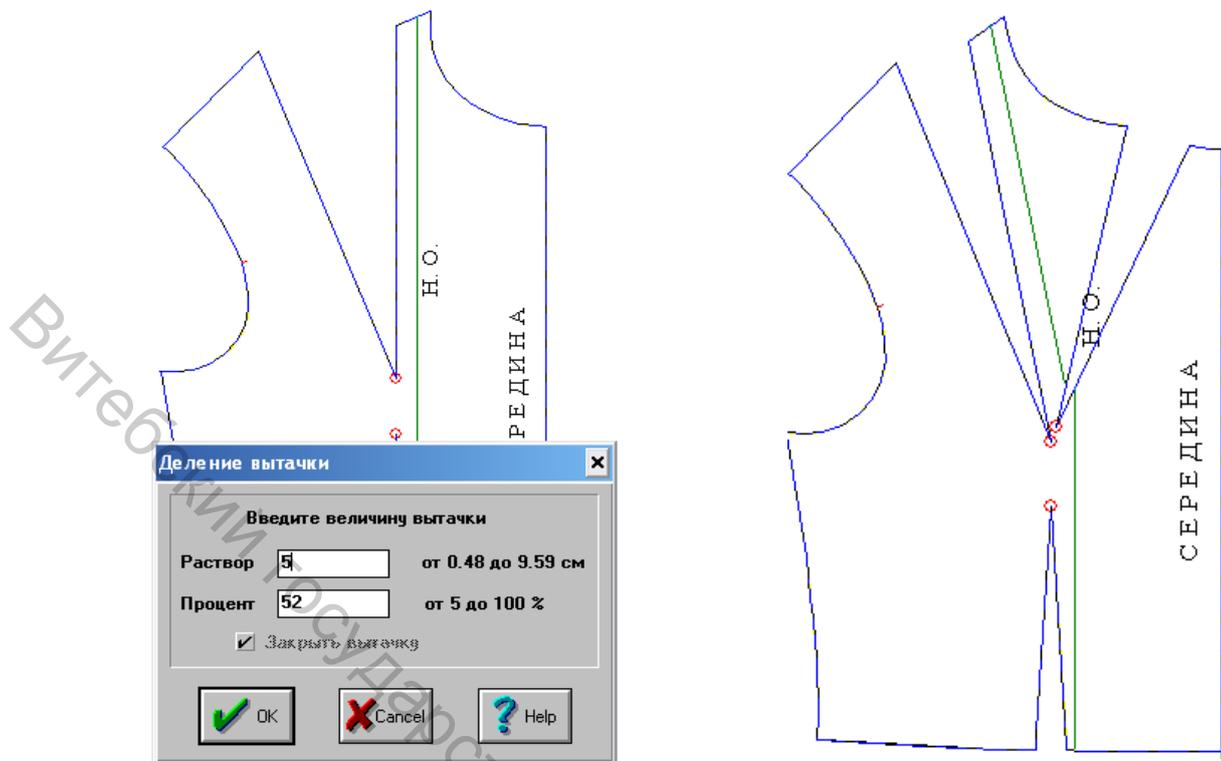

Рисунок 3.19 – Деление вытачки
– **деление вытачки.** Автоматическое разделение вытачки на две или три самостоятельные вытачки. При этом указывать величину раствора, который необходимо перевести, можно как в процентах от исходного раствора, так и в абсолютных величинах (рис. 3.19);